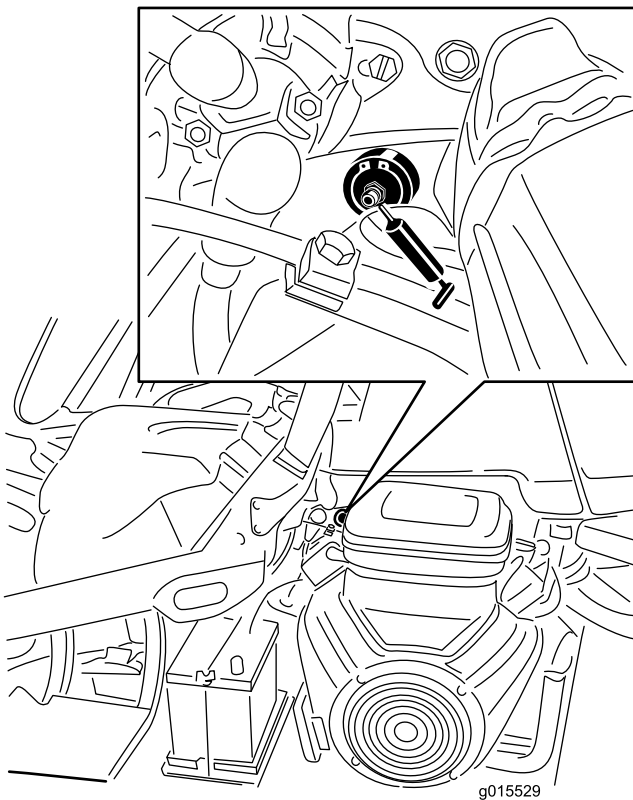

Figura 38
1. Limpie el engrasador para evitar que penetre materia extraña en el cojinete o el casquillo (Figura 38).